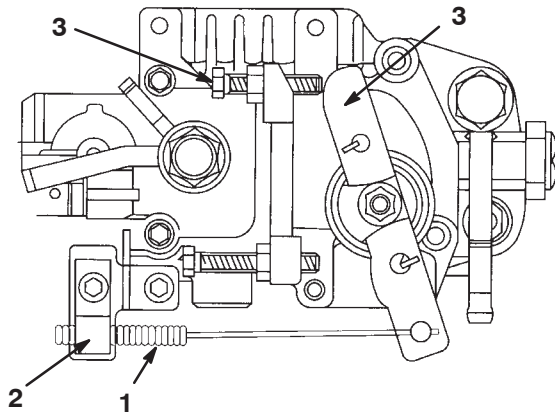

Bild 47
1. Stellen Sie den Gasbedienungshebel auf Langsam (Bild 47).
2. Lösen Sie die Schraube der Kabelklemme, mit der dieser am Motor befestigt ist (Bild 47).
3. Schieben Sie den Bowdenzug, bis der Fahrantriebshebel die Leerlaufschraube berührt (Bild 47).
2. Lösen Sie die Sicherungsmutter an der Leerlaufschraube (Bild 47).